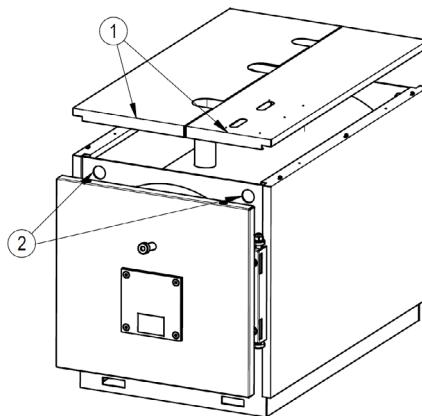

fig. 5
5.2.1 Per modelli MEGAPREX 92N÷600N (Fig. 5)